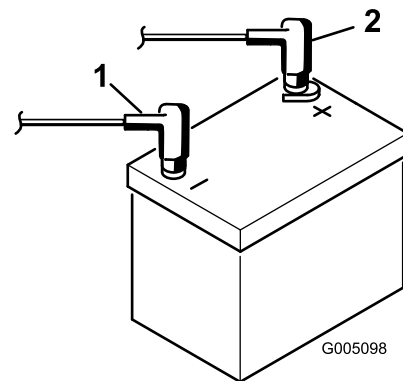

Figure 9
9. Raccordez le câble positif (rouge) de la batterie à la borne positive (+) et le câble négatif (noir) à la borne négative (-) et fixez-les en place avec les boulons et les écrous (Figure 9). Placez le capuchon en caoutchouc sur la borne positive pour éviter les courts-circuits.